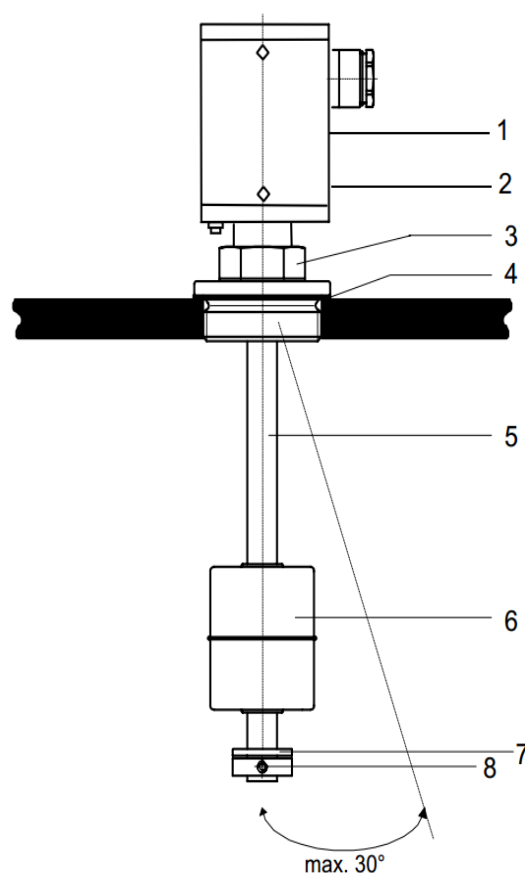

Рисунок 3. Пример установки
Для обеспечения сохранности хрупких элементов магнитного поплавка (рис.3 поз.6) он транспортируется в зафиксированном положении на волноводе (5). Непосредственно перед установкой уровнемера необходимо удалить фиксирующие элементы поплавка. Рабочая зона поплавка рассчитывается с учётом размера (высоты) поплавка и длин “мёртвых зон” (сверху/снизу), и фиксируется/ограничивается с помощью стопорных колец (8).